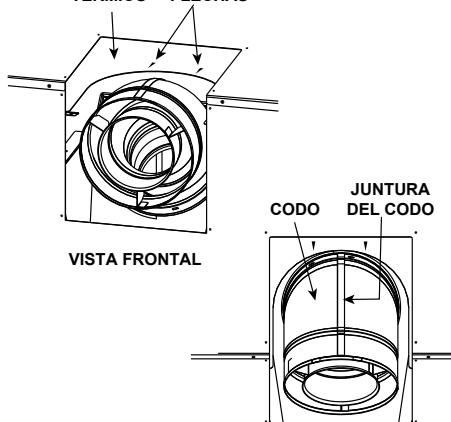

Figura 18
- Para retirar el codo alinee las junturas del mismo con las flechas que se encuentran en el escudo térmico (consulte la figura 18).